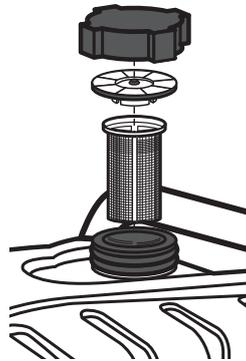

Abb. 25
2. Nehmen Sie den Deckel (2) und den Ventileinsatz ab.
7. Verschließen Sie den Kraftstofftank wieder, indem Sie den Tankdeckel (2) zurück auf die Öffnung schrauben (Abb. 25)